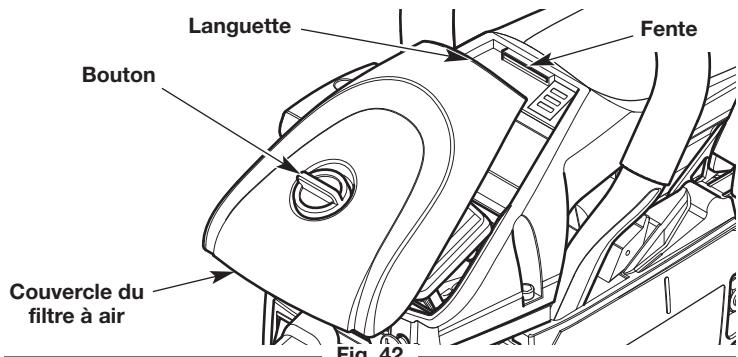

Fig. 42
1. Tournez le bouton situé sur le couvercle du filtre à air dans le sens antihoraire pour desserrer le couvercle (Fig. 42).
2. Retirez le couvercle du filtre à air (Fig. 42).
6. Remettez le couvercle du filtre à air sur l'appareil. Insérez les languettes situées sur le couvercle du filtre à air dans les fentes du logement de la tronçonneuse (Fig. 42).
2. Tournez le bouton situé sur le couvercle du filtre à air dans le sens antihoraire pour desserrer le couvercle (Fig. 42).
3. Retirez le couvercle du filtre à air (Fig. 42).
10. Remettez le couvercle du filtre à air sur l'appareil. Insérez les languettes situées sur le couvercle du filtre à air dans les fentes du logement de la tronçonneuse (Fig. 42).